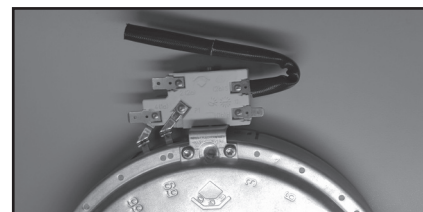

FIGURE 4
5. Raccorder le fil de rallonge au faisceau de la cuisinière et à l'emplacement approprié sur le bornier. Placer le tube de sorte qu'il recouvre complètement les bornes. Voir *Figure 4*.